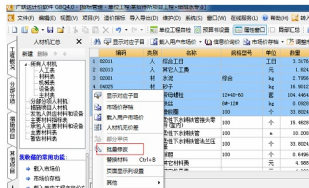

图 3.61 批量修改
(4) 批量修改人材机属性。在修改材料供货方式、市场价锁定、主要材料类别等材料属性时，可同时选中多个需要修改右击鼠标，选择“批量修改”，如图 3.61 所示。